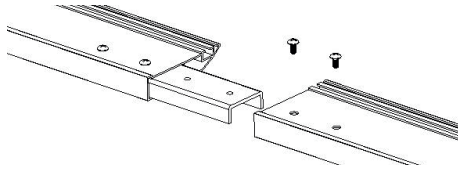

Bild 1
Lägg de horisontella ramdelarna (A) med den platta sidan på golvet. Lägg en ren och mjuk trasa under ramdelarna så att ytan inte repas. De båda lodrätt kapade sidorna ska peka mot varandra. Sätt i ett skarvfäste (H) i en av ramdelarna som på bild 1. Se till så att hålen ligger över varandra. Skruva sedan fast skarvfästet (H) med två skruvar (J). När du har fäst skarvfästet skjuter du in det i den andra ramdelen (A) och kontrollerar så att hålen hamnar över varandra. Skruva sedan fast skarvfästet (H) med två skruvar (J). Upprepa detta steg en gång till med de övriga delarna. Detta steg är klart när du har två horisontella ramdelar monterade.
2. Skjut in 4 glidmuttrar (G) som på bilden i varje horisontell ramdel (A) plus extra glidmuttrar enligt följande varianter: